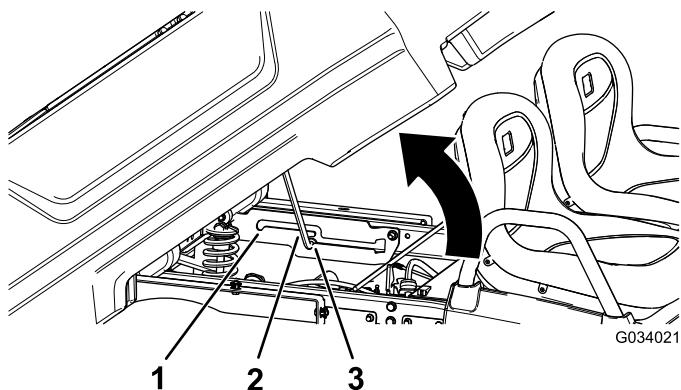

Figura 12
2. Tirate l'asta di supporto nella fessura di arresto della posizione di scarico per ancorare il pianale per lo scarico (Figura 12).
2. Estraete l'asta di supporto dalla fessura di arresto (Figura 12).
2. Tirate l'asta di supporto nella fessura di arresto della posizione di assistenza per ancorare il pianale per la manutenzione (Figura 12).